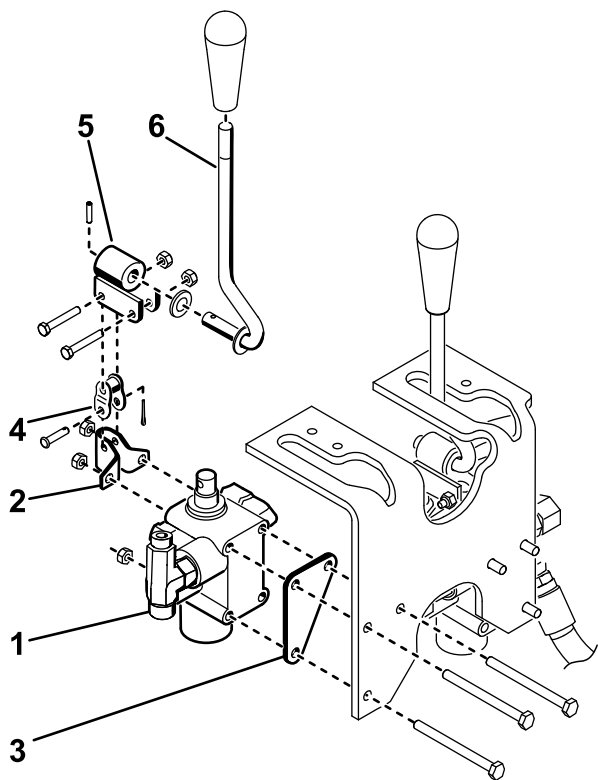

Figura 11
4. Montate il gruppo valvola, la staffa orientabile e la piastra della valvola sul telaio con 3 bulloni (1/4" x 3") e 3 dadi di bloccaggio (Figura 11). Durante il montaggio posizionate la piastra della valvola sulla parte anteriore del longherone del telaio e serrate i dispositivi di fissaggio a una coppia compresa tra 10 e 12 N·m.
5. Senza stringere eccessivamente, montate il gruppo leva del perno sulla bobina della valvola e sulla maglia falsa con 2 bulloni (#10 x 1 1/4") e 2 dadi di bloccaggio (Figura 11).